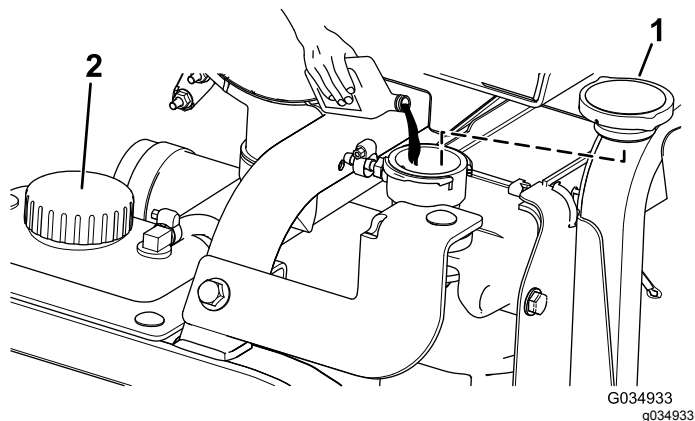

Figura 112
5. Encha o radiador com líquido de refrigeração até ficar nivelado pela porta de enchimento (Figura 112).